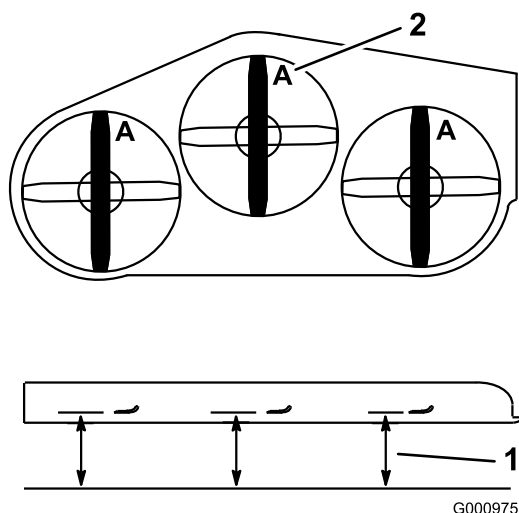

Figure 77
3. Tournez les lames dans le sens longitudinal (Figure 77). Mesurez la distance entre la surface plane et le tranchant (position A) des lames (Figure 77). Notez cette valeur.